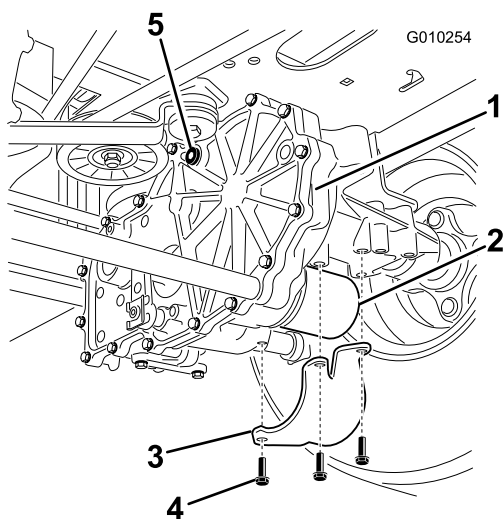

Figura 64
6. Localice el filtro y los protectores de cada sistema de tracción del transeje (Figura 64).
7. Retire los 3 tornillos que sujetan el protector del filtro y retire el protector (Figura 64).
4. Instale los protectores de filtro sobre cada filtro que retiró anteriormente (Figura 64).
5. Utilice los 3 tornillos para sujetar los protectores de los filtros (Figura 64).
3. Coloque el tapón de ventilación (Figura 64).